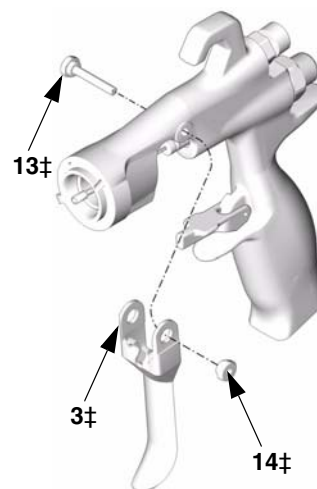

FIG. 38
2. Ta bort avtryckarledstiftmuttern (14‡), ledstiftet (13‡) och avtryckaren (3‡) med pistolverktyget (30) och mutternyckeln (29). Se FIG. 38.